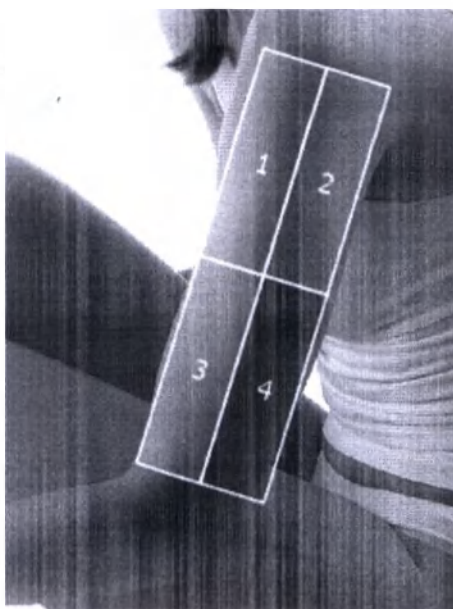

Рис.10.8 – Выбор участка части тела
10.9. Для выбора участка части тела нажмите на соответствующую цифру в главном меню (рис.10.8).